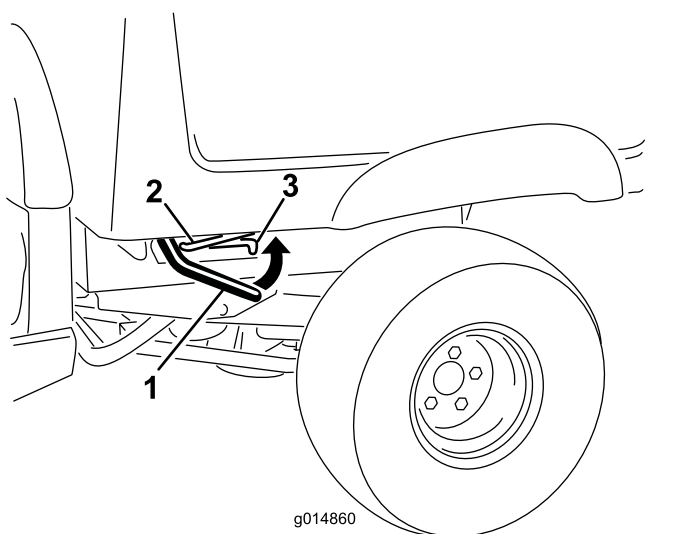

Figura 1
4. Ridicai maneta de pe ambele părți ale platformei de încărcare i ridicai platforma (Figura 1).